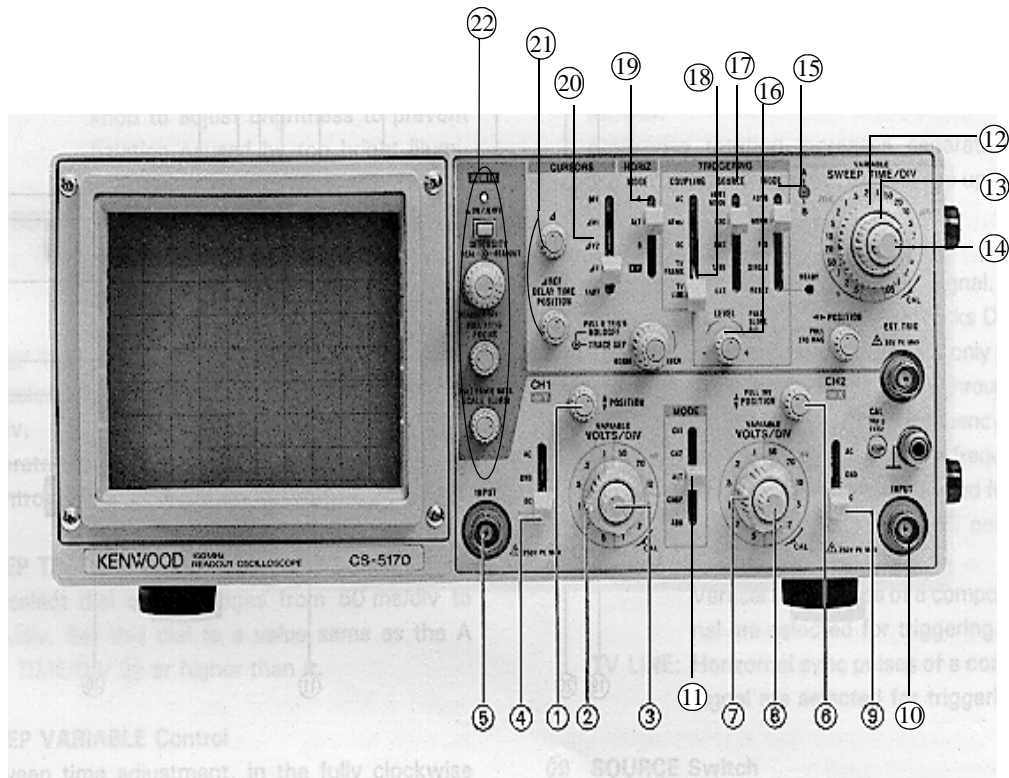

Figura 30: Panel frontal del osciloscopio.
- Uno de ellos (deflector horizontal) controla el movimiento horizontal, de izquierda a derecha, o barrido. La velocidad de barrido es controlada por el usuario con la base de tiempos (botones (12) - (14), Figura 30), que se describirán después.
- El otro de ellos (deflector vertical) controla el movimiento vertical, movimiento que depende a su vez de la tensión presente en el canal de entrada (entrada (5) o (10), Figura 30) en ese instante.
seleccionadas por el usuario (botones (3), (7) y (12) de la Figura 30; y 2) en la parte superior, aparecen las diferencias de tensión o de tiempos al usar la medición mediante los cursores (20) en la Figura 30.
El osciloscopio del que se dispone en el laboratorio es el CS-5170. En la Figura 30 se observa el panel frontal del mismo. Este osciloscopio se caracteriza por tener dos canales de entrada, CH1 y CH2, lo que permite visualizar dos señales simultáneamente. Cada canal tiene un conjunto diferente de mandos de control (números (1), (2), (3), (4) y (5) para el CH1 y (6), (7), (8), (9) y (10) para el CH2). La función de cada uno de ellos es la siguiente:
(1), (6): *Control de posición*. Sirve para variar la posición de la señal en pantalla (desplazamiento arriba/abajo).
(2), (7): Mando que controla la *escala de tensión* en la que se representa la señal de entrada que visualizamos en el osciloscopio. La escala es discreta y viene dada en VOLTS/DIV. La DIV (división) corresponde a cada una de las retículas de la pantalla.
(3), (8): *Controles de la escala de tensión con ajuste fino*. Debe estar completamente girado hacia la derecha (posición "CAL") para que la escala de tensión coincida con la del mando (2),(7). Sólo en estas condiciones se puede medir tensiones en ese canal. Por otra parte, al girar en sentido antihorario, aumenta gradualmente la escala VOLTS/DIV (la señal visualizada "disminuye de tamaño"), pero sin poder ser cuantizada.
(4), (9): *Conmutador de 3 posiciones*: AC, GND y DC.